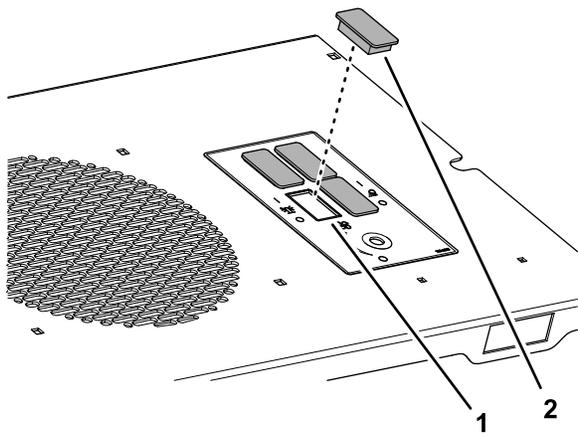

Figure 4
- Placez l'obturateur en face d'une des découpes rectangulaires du panneau de commande (Figure 4).
- Insérez l'obturateur dans la découpe jusqu'à ce qu'il s'enclenche fermement dans le panneau (Figure 4).
- Répétez les opérations 1 et 2 pour les 3 autres obturateurs (Figure 4).